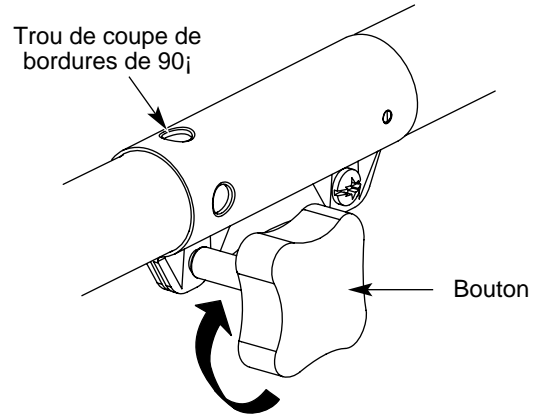

Fig. 8
3. Serrez le bouton en le tournant à droite (Fig. 8).
Pour couper les bordures à l'aide de la tête d'accessoire de coupe sur les modèles EZ-Link MC, verrouillez le bouton de déclenchement de l'accessoire de coupe dans le trou de 90° (Fig. 8).